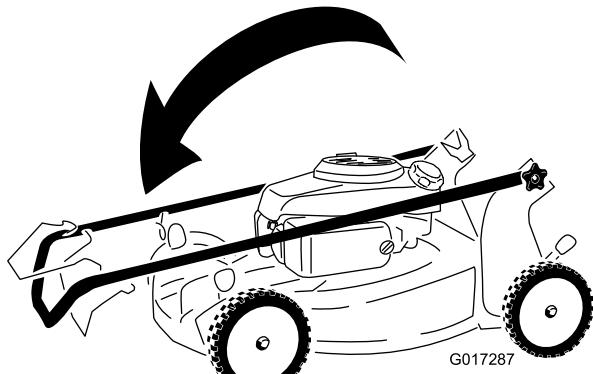

Figure 14
- Pliez la moitié supérieure du guidon en avant de la manière indiquée (Figure 14).